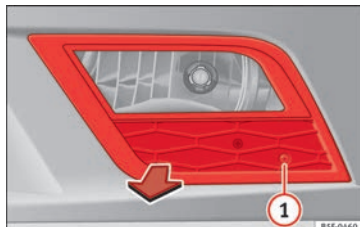

Fig. 95 Phare antibrouillard.
- Retirez la vis » **fig. 95 ①** de la grille du phare antibrouillard à l'aide d'un tournevis.